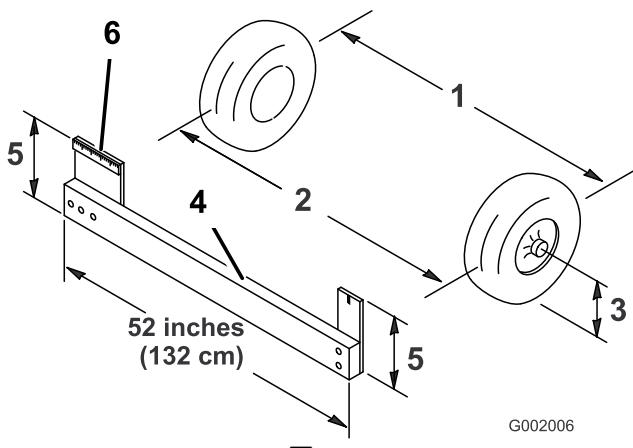

図 56
- 前輪の前と後ろで、左右のタイヤの中央線間距離を測る；計測はアクスルの高さで行う(図 56)。前輪の後ろで、アクスルの高さで測定を行うには市販または手製のトーイン測定器が必要となる。前後の計測とも同じ道具を使用し、アクスルの高さで正しく測定すること(図 56)。